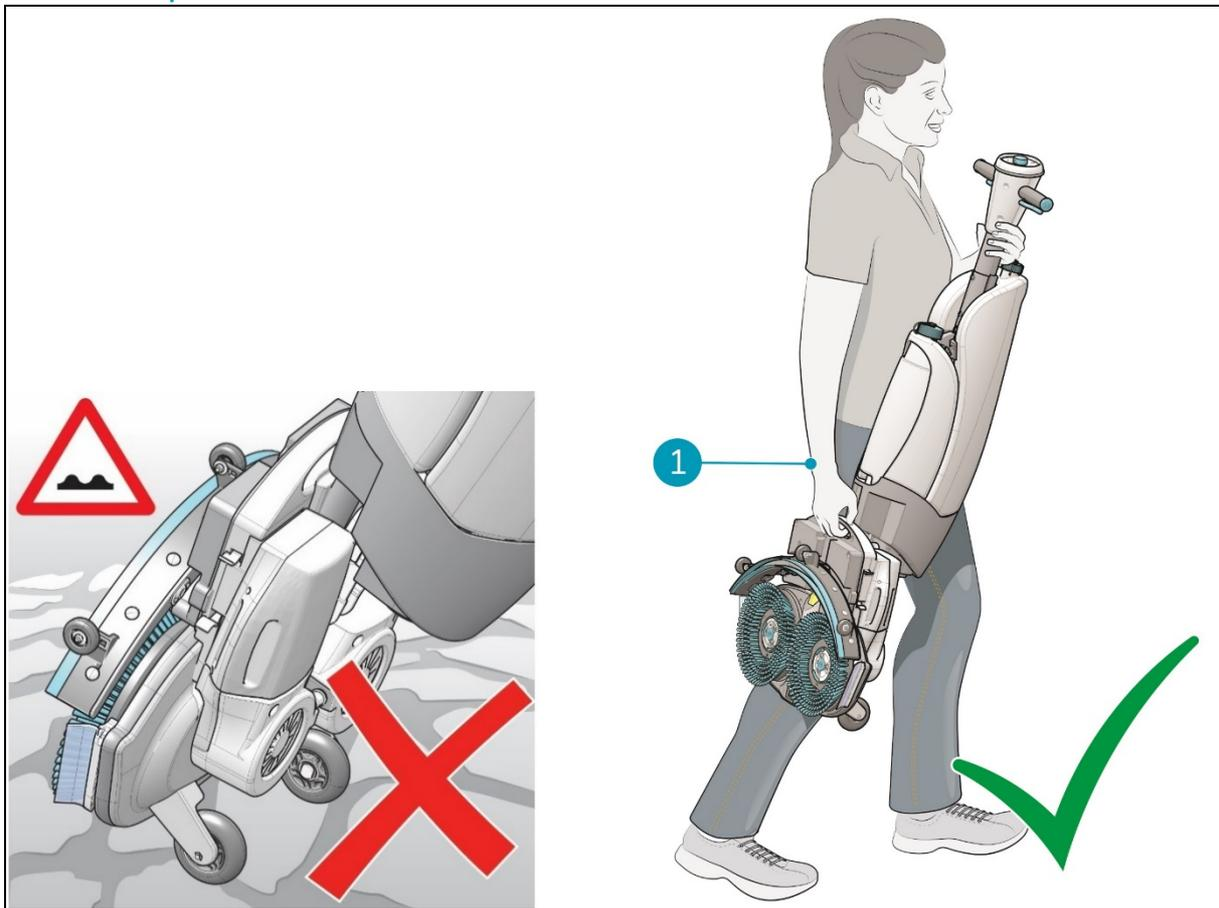

Abbildung 6
2. Tragen Sie den i-mop XL pro mit einer Hand. Halten Sie dabei den Griff (Figure 6, Pos. 1) mit der anderen Hand.